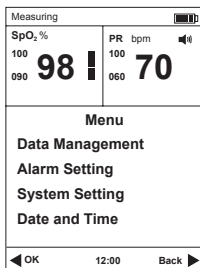

図3.1
- 1) 電源ボタンを3秒間押し、オキシメータの電源を入れ、メニューボタンを押してメニュー画面を開きます（図3.1を参照）。